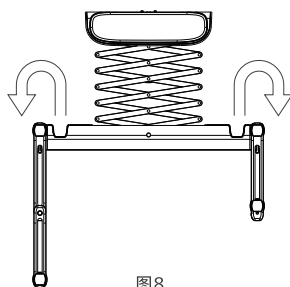

图8
3. 如图8，当需要晾被子时，可将翻转式被杆从衣杆支撑板上取下。